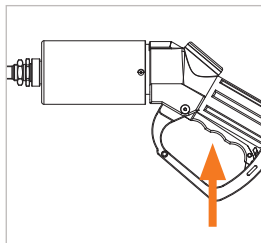

Figure 11
- ▶ Tournez le levier de commande (n° 6) au niveau de la poignée (n° 7) entièrement vers le haut en position ON (Figure 11) jusqu'à encliquetage clairement audible. **Le levier de commande (n° 6) doit être enclenché avant la phase de ravitaillement ! Si le levier de commande se manipule ou s'enclenche difficilement, déconnectez le nozzle de ravitaillement et placez-le de nouveau sur le réceptacle.**